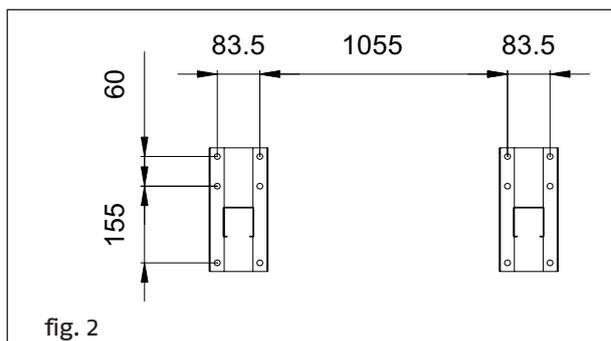

fig. 2
- Ripetere la stessa operazione con il secondo supporto di base, messo a corredo, rispettando la distanza indicata nella fig. 2. I due supporti dovranno essere allo stesso livello (verificare con bolla).